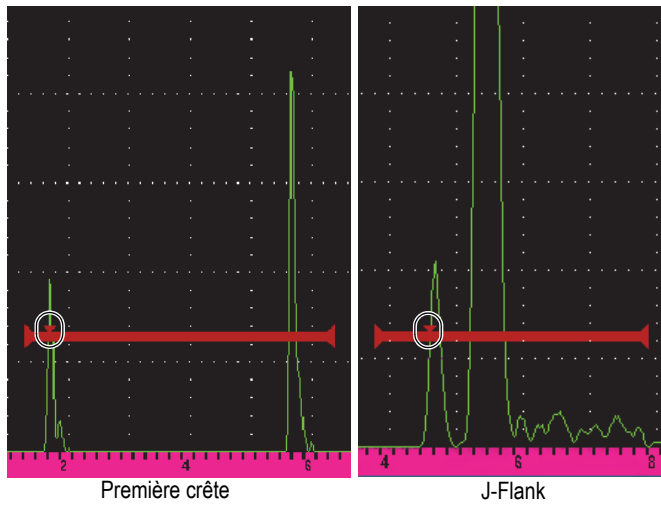

Figure 3-11 Déclenchement de la mesure en modes Première crête et J-Flank
- **1stPeak** (Première crête) : Mesure sur la plus haute crête traversant le seuil de la porte (voir la Figure 3-11 à la page 74).
- **J-Flank** : Prend la mesure d'épaisseur selon la position du premier point qui croise le signal dans la porte et prend la mesure d'amplitude de la crête la plus élevée selon le premier écho dans la zone de la porte (voir la Figure 3-11 à la page 74).